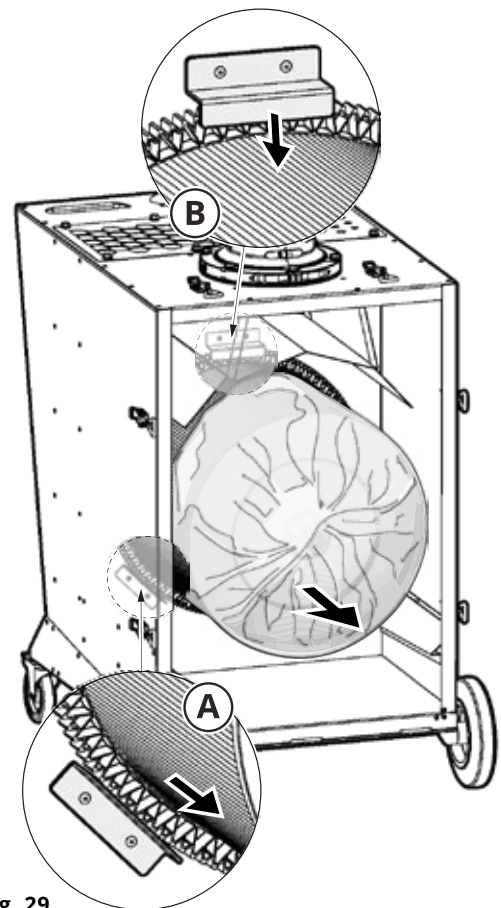

Fig. 29
7. Levante el filtro con la bolsa del filtro (**Fig. 29**) y colóquelo en el suelo con el extremo del filtro hacia abajo.